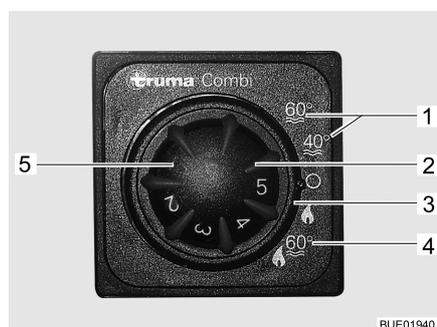

Fig. 59 Unité de commande pour chauffage/chauffe-eau
Le chauffe-eau s'allume sur l'unité de commande (Fig. 59) à l'aide de l'interrupteur tournant (Fig. 59,3).
En régime hiver "Chauffage et préparation d'eau chaude" (Fig. 59,4), l'eau du chauffe-eau est automatiquement aussi chauffée lors de la mise en marche du chauffage. Si le chauffage s'arrête à la température ambiante désirée, le chauffe-eau continue de chauffer jusqu'à obtention de la température d'eau sélectionnée.
En régime été (Fig. 59,1), seule l'eau du chauffe-eau est chauffée à 40 °C ou 60 °C. Il faut environ 25 minutes pour que l'eau atteigne 60 °C. Le voyant de contrôle jaune (Fig. 59,5) s'allume pendant la phase de chauffage du chauffe-eau.
- Placer l'interrupteur tournant (Fig. 59,3) de l'unité de commande (Fig. 59) sur "Régime été" (Fig. 59,1).
Le voyant de contrôle jaune (Fig. 59,5) s'allume pendant la mise en température. La mise en température est terminée lorsque la température d'eau sélectionnée est obtenue. Le voyant de contrôle jaune s'éteint.
- Placer l'interrupteur tournant (Fig. 59,3) de l'unité de commande (Fig. 59) sur "O".